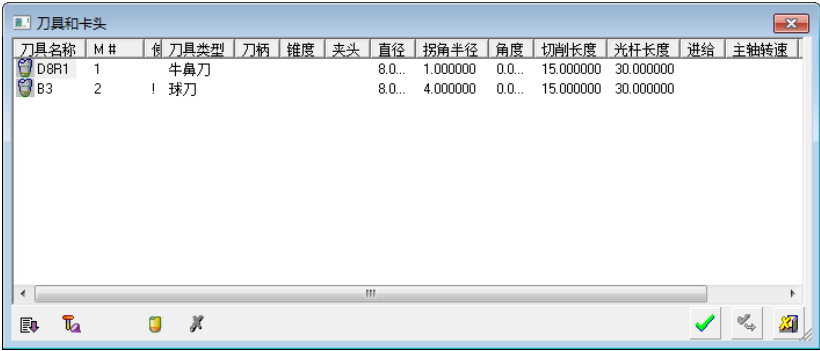

图 4-62 “刀具和卡头”对话框（3）
2) 选择刀具。单击“刀具和夹头”按钮，弹出“刀具和卡头”对话框（3），选择“B3”球刀，如图 4-62 所示。